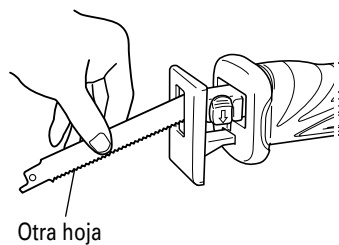

Fig. 11
- (1) Si una parte de la hoja de sierra rota sobresale de la pequeña hendidura del émbolo, extraiga la parte saliente y extraiga la hoja.
(2) Si la hoja de sierra rota se encuentra oculta dentro de la pequeña hendidura, enganche la hoja rota utilizando la punta de otra hoja de sierra y extraígalas. (Fig. 11)